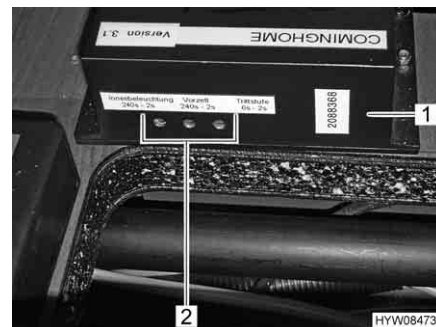

Fig. 70 Viti di regolazione sull'apparato di controllo
- Con un piccolo cacciavite modificare l'impostazione regolando le viti di regolazione (Fig. 70,2) dell'apparato di controllo (Fig. 70,1).